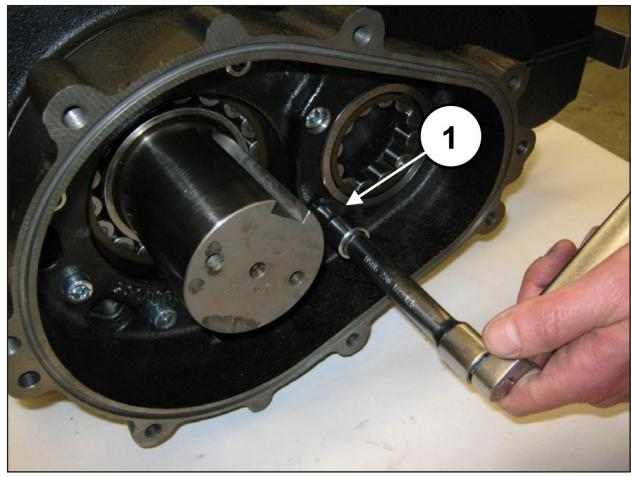

图 66
拧紧8个M10x40螺丝（位置①，图 66）。利用扭力扳手调节螺栓，如第3章“螺栓紧固的调节”所述。